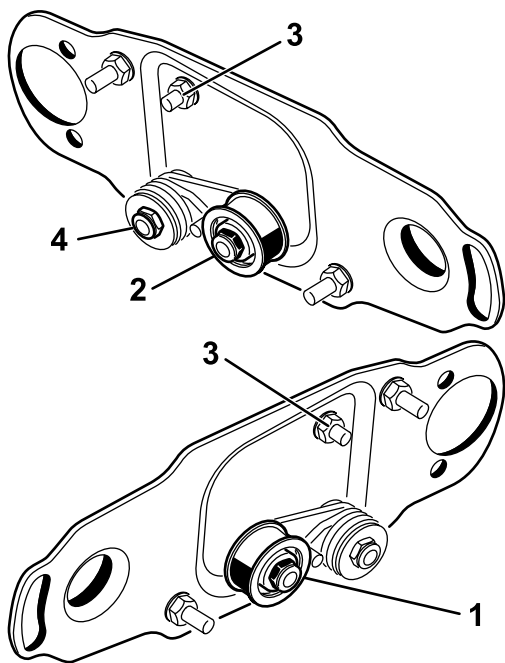

图 3
对于右侧后滚筒刷驱动图 1 和图 2 请将怠轮皮带轮组件反向安装到滚刀组的右端图 3 如下所示
1. 从滚刀组左端卸下怠轮皮带轮组件将其安装到滚刀组右端滚筒刷板的下孔中图 3。
2. 卸下托架螺栓和螺母然后将它们放入之前放置怠轮皮带轮的上孔中图 3。